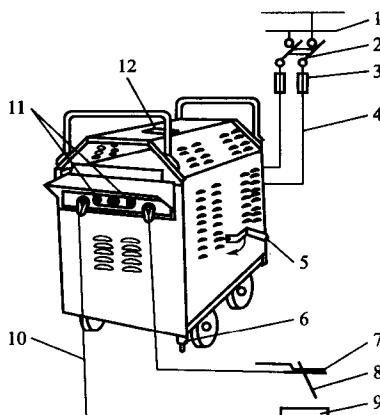

图1-2 BX1-330电弧焊机的外部接线示意
② 弧焊变压器的外部接线。BX1-330型电弧焊机的外部接线如图1-2所示。